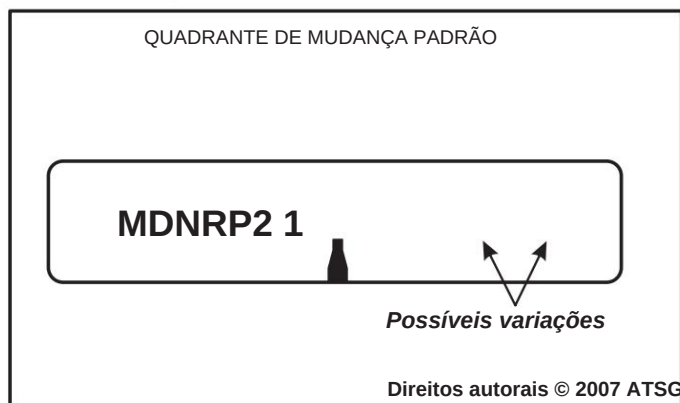
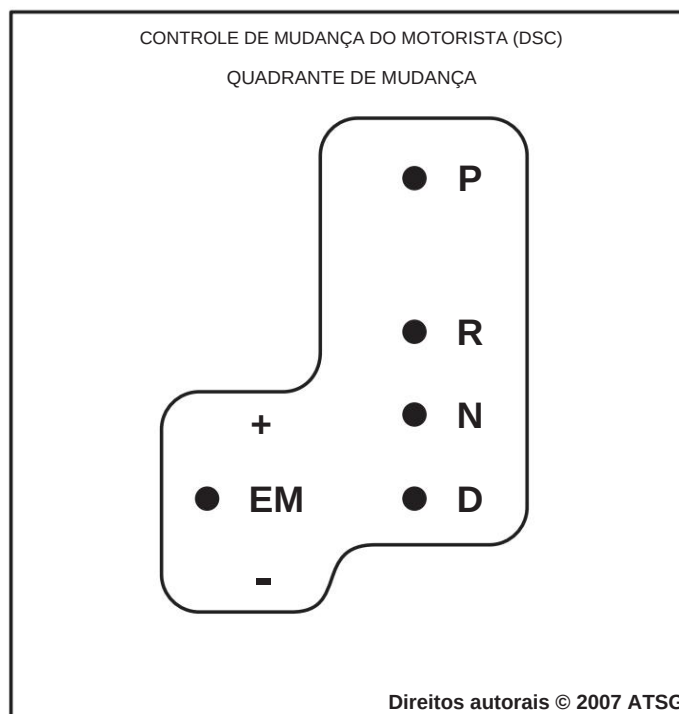

Figura 2
Figura 3
Os quadrantes de mudança de transmissão variam de acordo com o modelo. Pode haver de quatro a sete posições diferentes mostradas nos quadrantes de deslocamento, conforme mostrado na Figura 2 e na Figura 3.
**Alguns** veículos estão equipados com um quadrante de mudança que permite a seleção manual da faixa. Por exemplo, faixa manual "M" e/ou faixa manual "2" ou "1", conforme mostrado na Figura 2. Essas faixas podem ser usadas para condições onde pode ser desejável controlar a seleção das relações de transmissão. Estas condições incluem reboque de reboque, condução em terrenos acidentados e também são úteis para a travagem do motor em descidas ligeiras.
Alguns veículos são equipados com a versão Driver Shift Control (DSC) do sistema seletor, conforme mostrado na Figura 3. Esta configuração permite ao motorista mudar manualmente entre as marchas de avanço.
**EM** - Na posição M/S (Manual ou Sport), o motorista pode selecionar manualmente a faixa de marchas tocando a alavanca seletora na direção "+" ou "-" para aumentar ou diminuir a marcha, conforme mostrado na Figura 3. A transmissão mudará para cima ou para baixo dependendo da solicitação feita ao tocar na alavanca seletora.